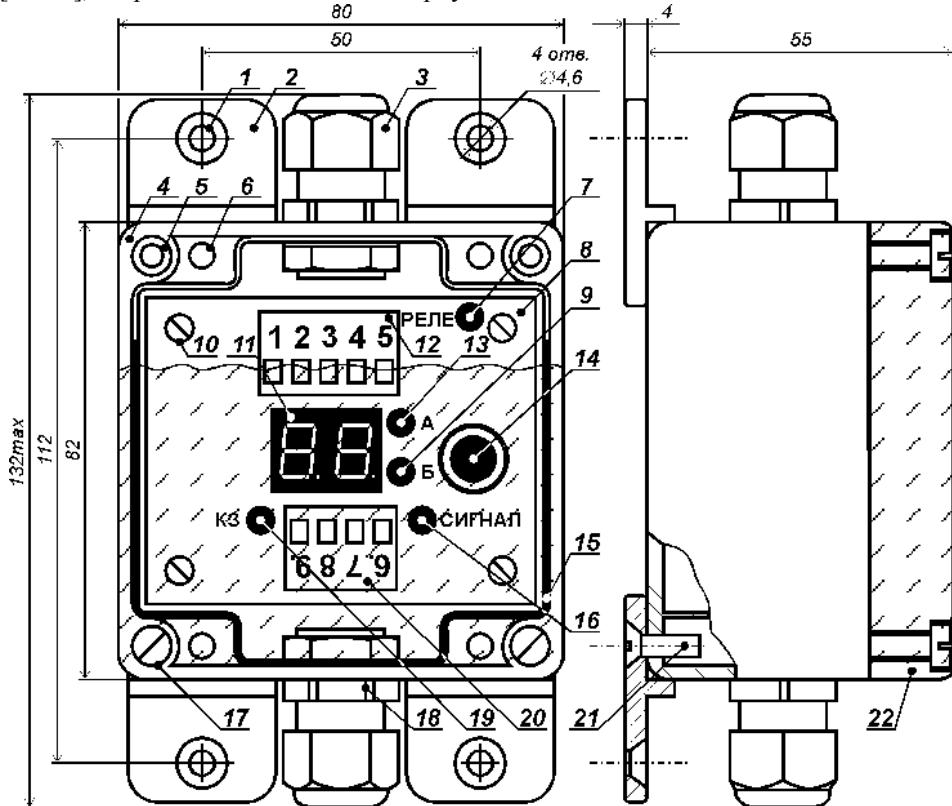
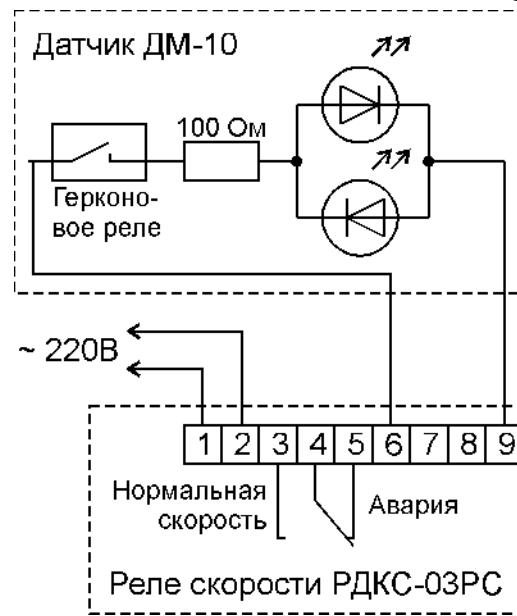

Рис. 1. Конструкция реле скорости РДКС-03РС.
Рис. 3. Схема подключения РДКС-03.
Конструкция РС показана на рис. 1. Устройство размещено в пластмассовом корпусе [поз. 4], который закрыт прозрачной крышкой [поз. 22] через уплотнитель [поз. 15] четырьмя винтами [поз. 17]. Винты вворачиваются в резьбовые втулки [поз. 5], запрессованные в стенках корпуса.
- светодиод: «Реле» [поз. 7], показывающий состояние выходных контактов РС. Светодиод горит, когда контакты находятся в положении «Нормальная скорость» (рис. 3);
Схема подключения УКС показана на рис. 3.
РС монтируется либо вблизи контролируемого механизма, либо в электрощитовом помещении, рядом с его пусковой аппаратурой. Для крепления РС служат четыре винта M4x10 из комплекта поставки. Винты вворачиваются в установочные отверстия РС [поз. 1 на рис. 1].
Клеммы РС рассчитаны на использование проводов сечением от 0,5 до 2,5  $\text{мм}^2$ . Клеммы 1 и 2 РС служат для подачи напряжения электропитания (см. рис. 3), а клеммы 3, 4 и 5 – для блокировки контролируемого механизма. Датчик ДМ-10 в произвольной полярности подключается к клеммам 6 и 9, а клеммы 7 и 8 РС не используются. Для подключения проводов к разъёмным клеммным рядам РС необходимо отсоединить клеммные колодки от печатной платы, осторожно потянув их вверх. Затем следует провести кабели через гермовводы и подключить провода к клеммам, после чего вновь присоединить колодку к печатной плате РС до фиксации.
При отсутствии сетевого напряжения на клеммах 1 и 2 РС контакты встроенного электромагнитного реле находятся в положении «Авария» (рис. 3).
После подачи питания и до нажатия на энкодер [поз. 14 на рис. 1] РС находится в режиме «Работа». Светодиод «А» [поз. 13 на рис. 1] горит, если скорость механизма выше номинальной, а светодиод «Б» [поз. 9 на рис. 1] – если ниже. Цифровое табло [поз. 11 на рис. 1] показывает процент отклонения текущей скорости механизма от номинальной. Если отклонение превысило заданный порог и это превышение длится дольше заданной задержки, то контакты выходного реле РС переходят в положение «Авария» (рис. 3). При изменении скорости на 50 % и более задержка отсутствует. Цифровое табло отображает зафиксированный процент изменения скорости: если скорость в момент отключения была выше номинальной, то горит светодиод «А», а если ниже – то светодиод «Б». В случае принудительного (минута контакты РС) пуска механизма, когда его скорость войдёт в допустимый диапазон и пройдёт заданное время задержки, контакты реле вернутся в положение «Нормальная скорость» (рис. 3).
В режиме «Автонастройка» РС запоминает текущую скорость объекта, в дальнейшем принимая её за номинальную (за 100%). Контакты реле переходят в положение «Нормальная скорость» (рис. 3) и одновременно мигают светодиоды «А» и «Б».
4. Если при подаче на РС сетевого напряжения загорается светодиод «КЗ» [поз. 19 на рис. 1], то следует устранить короткое замыкание в линии связи между датчиком и РС.
7. Три раза нажав на энкодер [поз. 14 на рис. 1], войти в режим «Автонастройка» (должны одновременно мигать светодиоды «А» [поз. 13 на рис. 1] и «Б» [поз. 9 на рис. 1]).